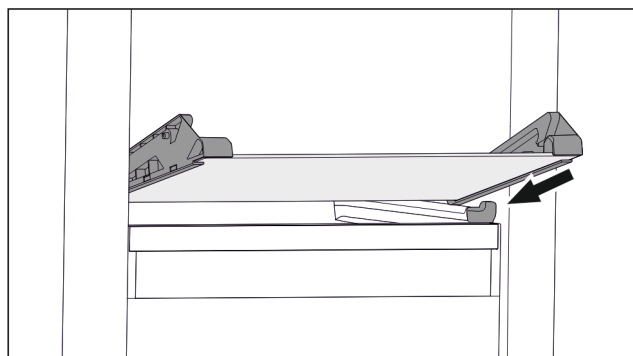

Fig. 71 Glasplatte des abklappbaren Schubfachs
- ▶ Glasplatte schräg hinter den Stoppern aufsetzen. (zie Fig. 71)